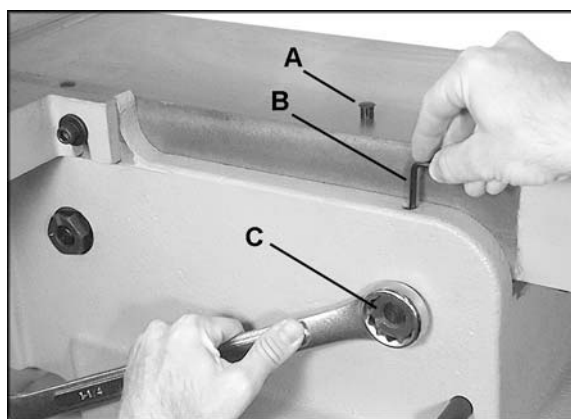

Figure 22
9. Chaque table est munie de quatre dispositifs de réglage de came, deux à l'avant et deux à l'arrière. (C1, La figure 22 en illustre un cas).
10. Sur la partie de la table où vous devez effectuer le réglage, sortez la vis (A, Figure 22) du trou.
11. Il existe deux vis de réglage dans le trou. Insérez une clé hexagonale de 4 mm (B, Figure 22) dans le trou et desserrez la vis de réglage supérieure en tournant la clé hexagonale dans le sens antihoraire. Sortez la vis de réglage supérieure du trou.
13. Tournez l'écrou hexagonal (C1, Figure 22) à l'aide d'une clé de 1-1/4". **Ce réglage est délicat et doit s'effectuer par légers incréments.**
REMARQUE : Le sens de rotation des écrous hexagonaux gauche et droit est différent ; l'écrou droit (C1) de la Figure 22 est tourné dans le sens horaire pour soulever cette partie de la table ou antihoraire pour l'abaisser. L'écrou hexagonal gauche (C2) illustré sur la Figure 22 est tourné dans le sens contraire.
15. Lorsque le réglage est satisfaisant et que les tables sont coplanaires, serrez la vis de réglage inférieure à l'aide la clé hexagonale (B, Figure 22).
17. Insérez à nouveau le chapeau (A, Figure 22) pour maintenir la poussière et les débris hors du trou.